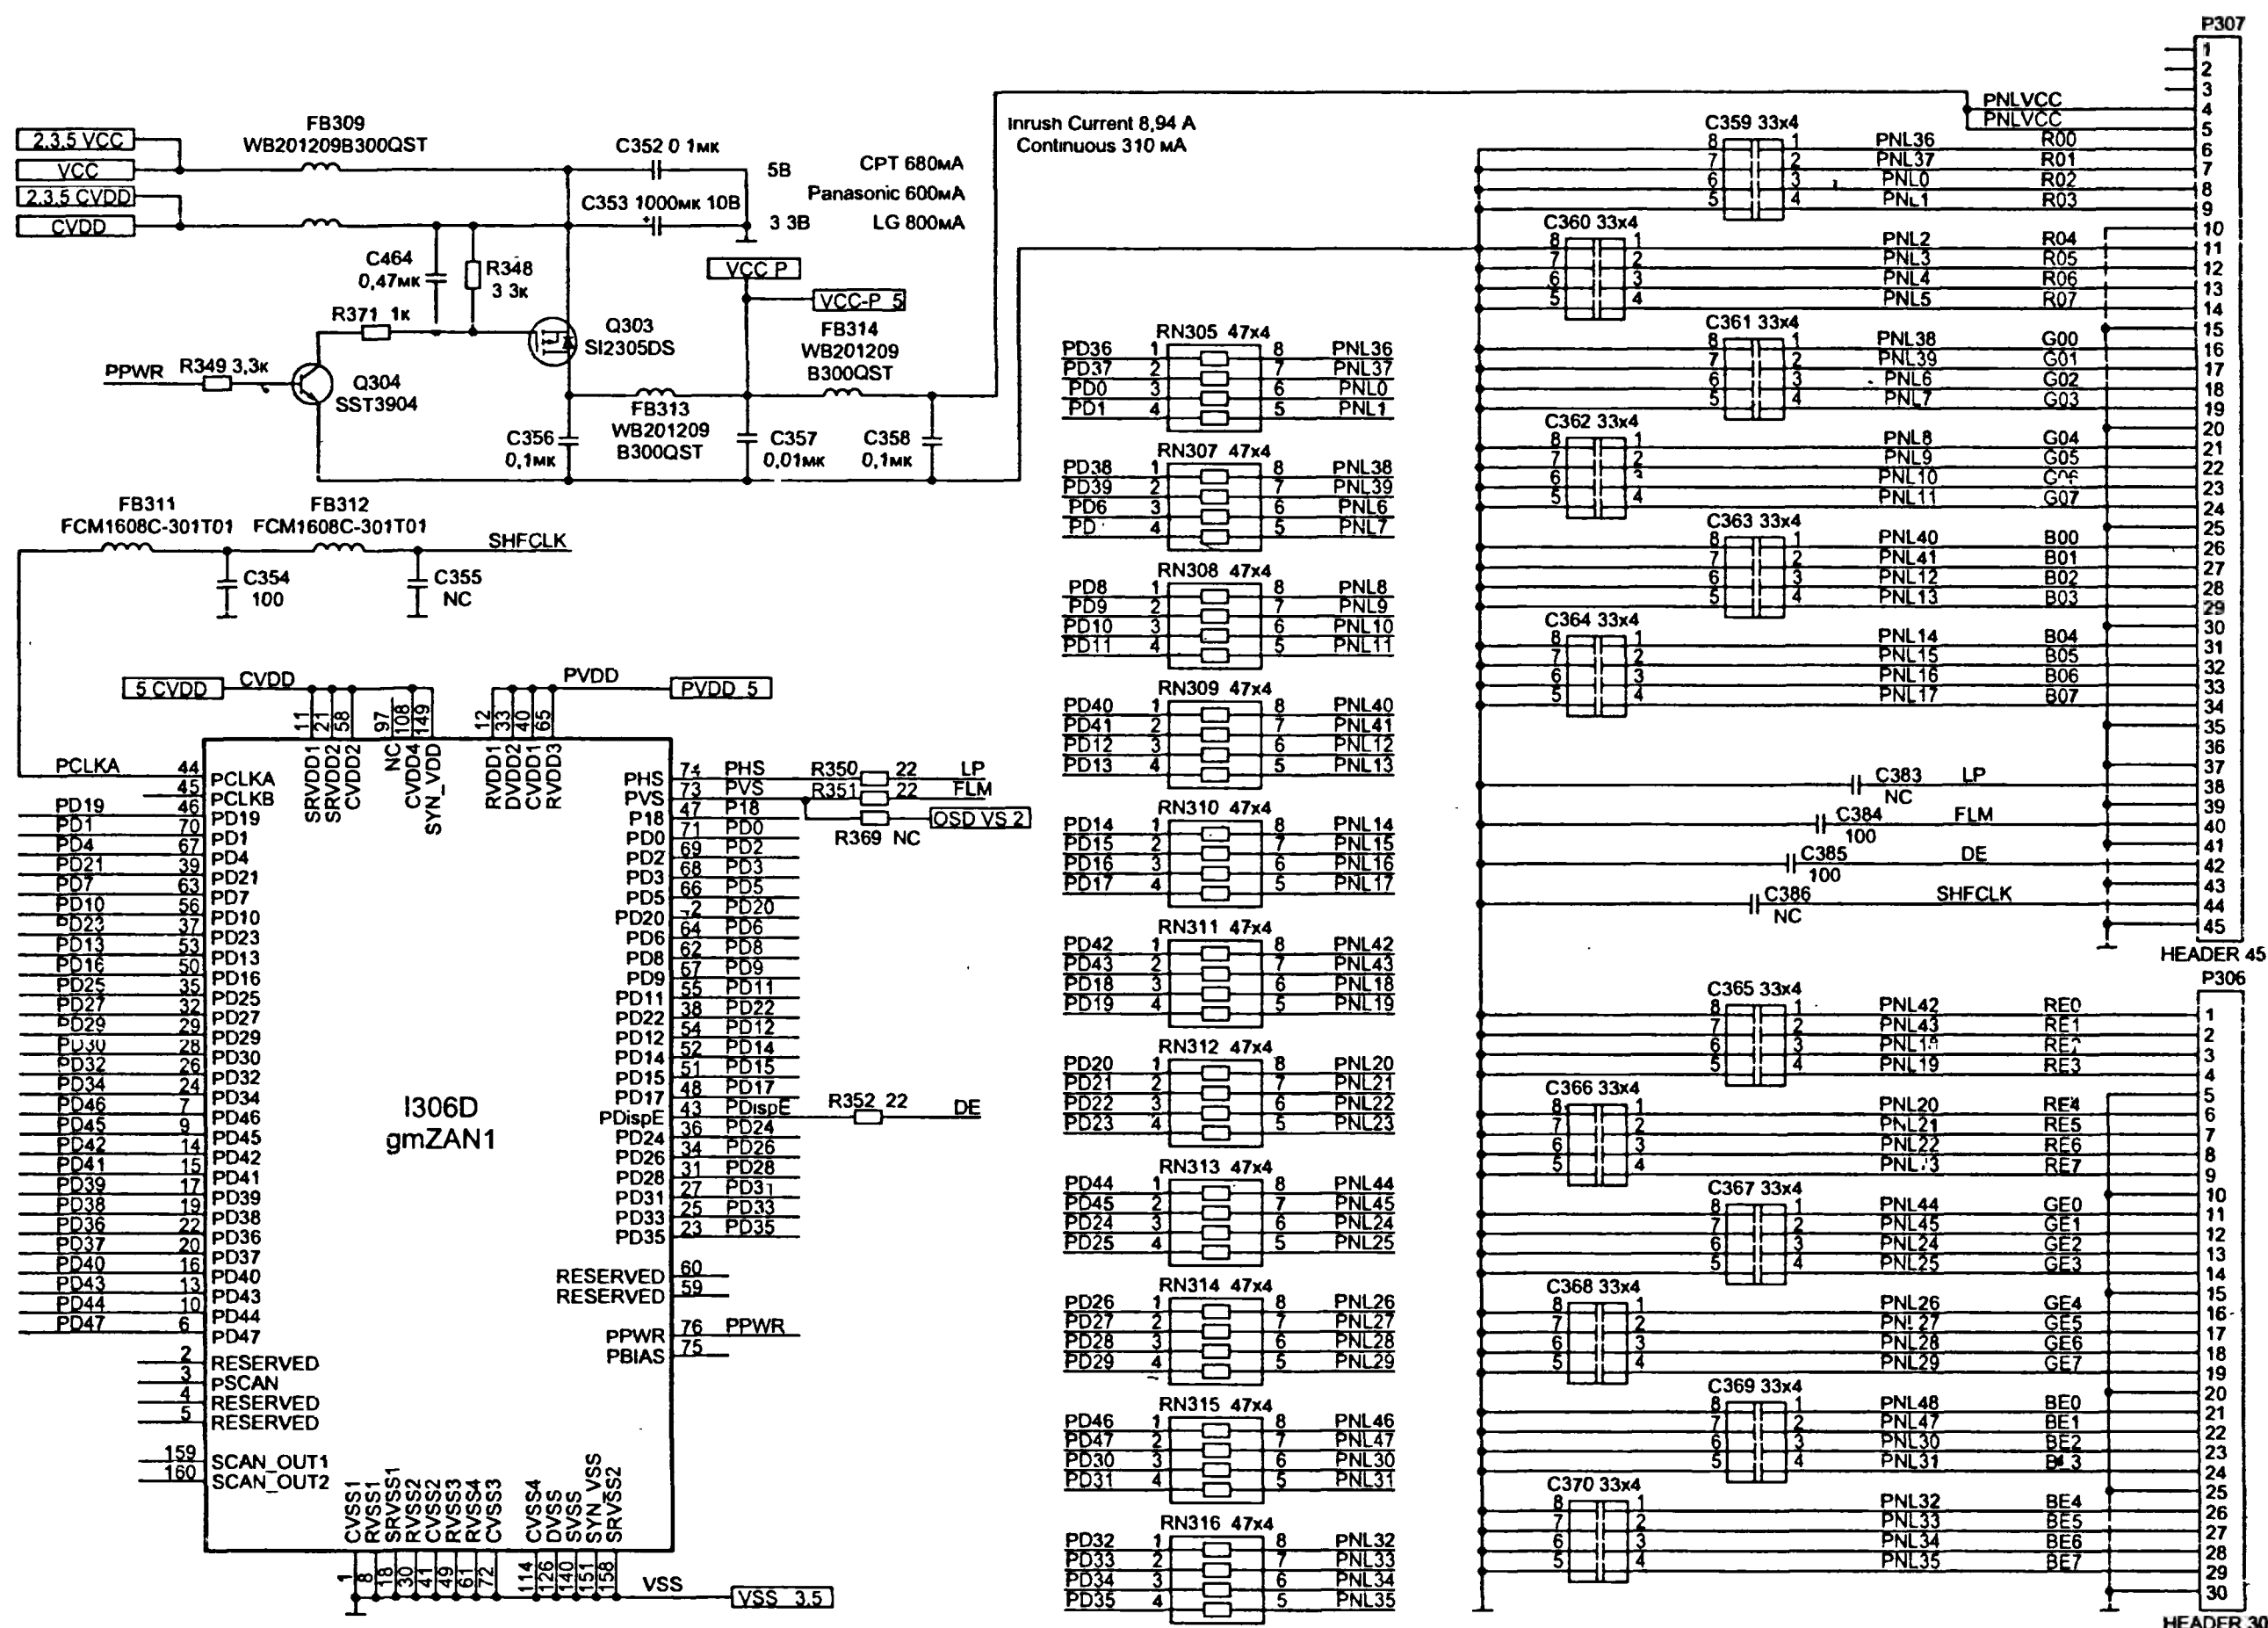

Рис. 5.7. Интерфейс LCD-панели
тируется ключом на транзисторах Q303, Q304, см. рис. 5.7).
- DE (выв. 43 I306D, см. рис. 5.7), подается на контакт 42 разъема LCD-панели P307
В рассматриваемой модели могут применяться LCD-панели трех производителей: CPT, Panasonic или LG. Два первых типа панелей питаются от 5 В источника, при этом потребляемый ток в рабочем режиме составляет соответственно 680 и 600 мА. Для питания панели LG нужно 3,3 В, потребляемый ток составляет около 800 мА. Соответствующий источник коммутируется установкой или удалением фильтров FB309 и FB310 (рис. 5.7).
Если лампы подсветки работают, проверяют наличие напряжения 5 или 3,3 В (в зависимости от типа панели) на контактах 4, 5 разъема P307 (рис. 5.7). Если напряжение равно нулю, проверяют наличие управляющего сигнала PPWR (высокий — активный уровень) на выводе 76 I306D (рис. 5.7) и исправность транзисторов Q303, Q304.